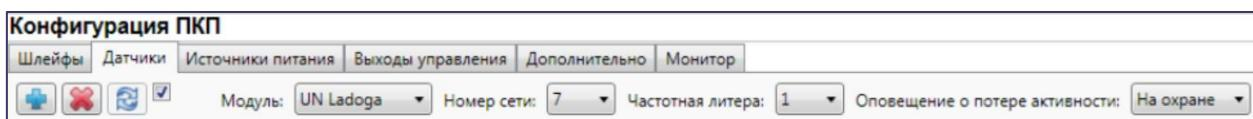

Рис. 5.32. Вкладка датчики (основные параметры радиосистемы *Ладога-РК*)
В верхней части вкладки *Датчики* (Рис. 5.32) осуществляется выбор радиосистемы с помощью раскрывающегося списка *Модуль*. В списке выберите модуль UN Ladoga и дождитесь, пока программа *Конфигуратор Профессионал* запишет модуль расширения в конфигурацию контроллера.
Далее верхней части вкладки *Датчики* (Рис. 5.32) задайте следующие параметры радиосистемы *Ладога-РК*:
1. На вкладке *Датчики* нажмите кнопку (см. Рис. 5.32).